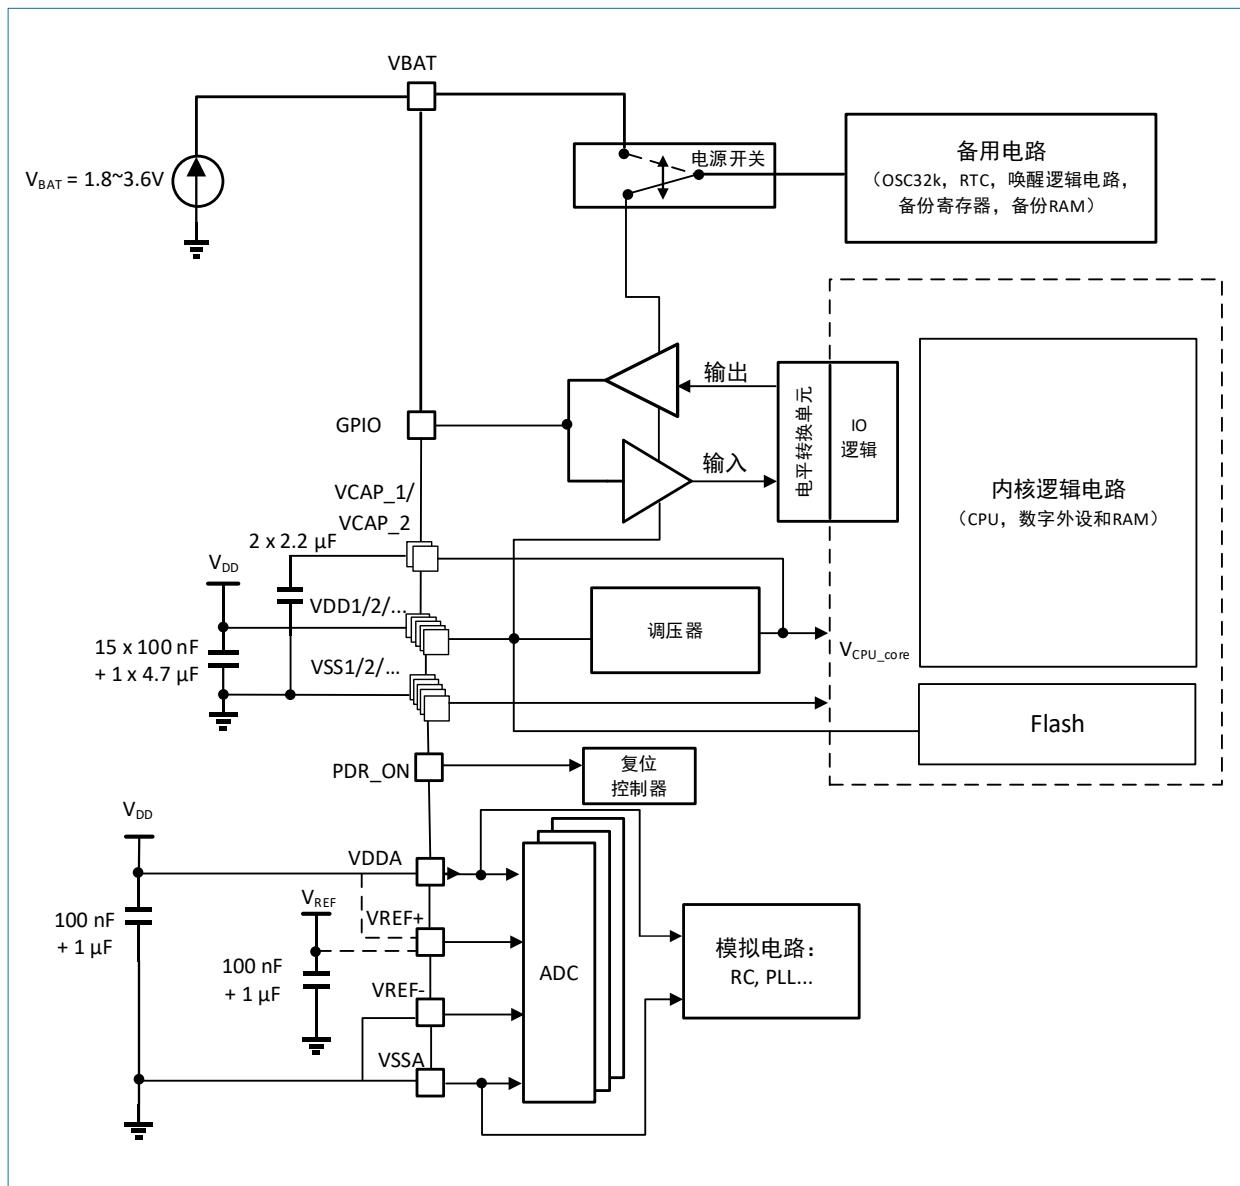

图 5-1 电源供电
- (1). R_{ADC} 和 C_{ADC} 值的 ADC 特征见表 4-27。
- (2). $C_{parasitic}$ 等于 PCB 电容（取决于焊接和 PCB 布局质量）加上 pad 电容（大约 7 pF）。切向值过高会降低转换精度。为了弥补这一点，应尽量减少 f_{ADC} 。
- ADC 采样的 PCB 设计推荐：电源去耦应按图 5-1 进行。为了保证 ADC 转换精度，10 nF 电容器推荐使用陶瓷电容，并尽可能靠近芯片放置。